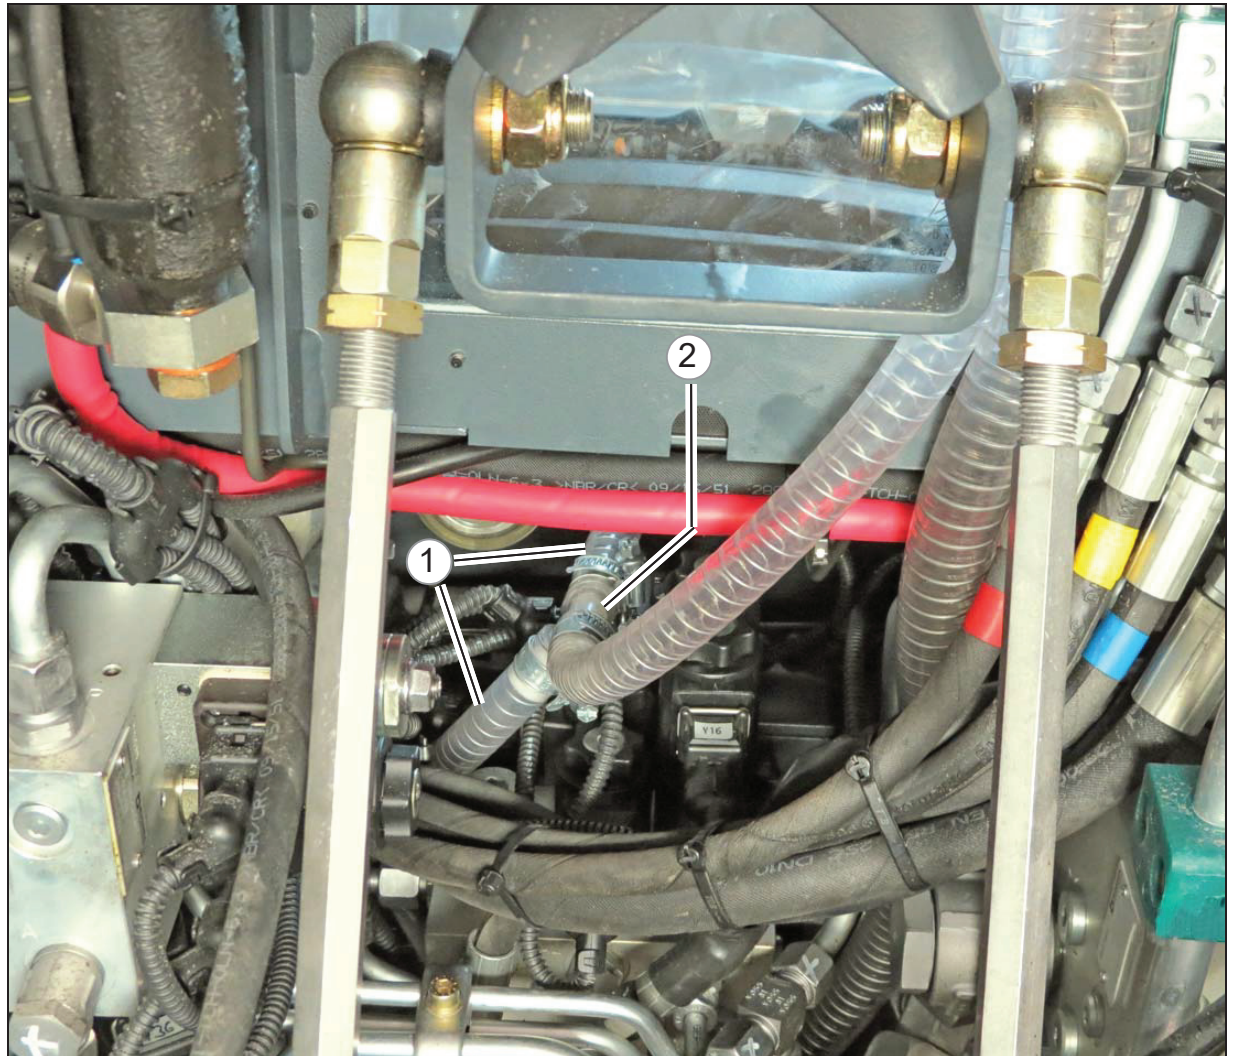

Abb.3
5. Den im Fahrzeug eingebauten Frischwasserschlauch (Abb. 3/1) unterhalb der Fahrerkabine auftrennen und das T-Verbindungsstück (Abb. 3/2) an beiden Enden mit Schlauchschellen montieren.
Hinweis: Das Bild zeigt den bereits aufgetrennten Frischwasserschlauch (Abb. 3/1) unterhalb der Fahrerkabine.